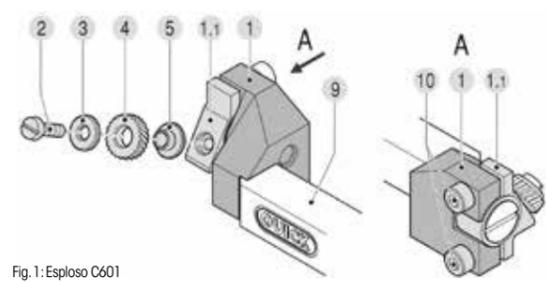
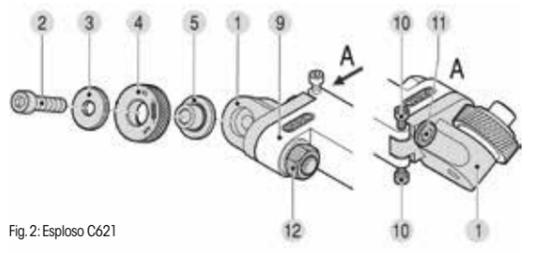

Fig. 1: Esploso C601
Fig. 2: Esploso C621
Per il montaggio o la sostituzione del godrone di godronatura (fig. 1 + fig. 2, pos. 4) allentare completamente la vite a testa piatta (fig. 1, pos. 2) o la vite a testa cilindrica (fig. 2, pos. 2) e rimuovere il godrone di godronatura insieme alla rondella di copertura (fig. 1, + fig. 2, pos. 3). Infine inserire il nuovo godrone di godronatura e la rondella di copertura sulla boccia scorrevole (fig. 1, + fig. 2, pos. 5) e riavvitare la vite. Rispettare le coppie di serraggio indicate nella Tabella 3, Capitolo 7.
La vite a testa piatta (fig. 1, pos. 2) o la vite a testa cilindrica (fig. 2, pos. 2), la boccia scorrevole (fig. 1 + fig. 2, pos. 5) e la rondella di copertura (fig. 1 + fig. 2, pos. 3) devono essere sostituite dopo cicli definiti, al più tardi in presenza di notevole usura o parametri di processo devianti. Si raccomanda un sufficiente afflusso di liquido refrigerante o olio da taglio!
Nota: Con godronatura ad asportazione si verifica un sollevamento di materiale di min. 0,03 mm e max. 0,1 mm. Se le viti (fig. 1, pos. 2; fig. 2, pos. 2) si allentano durante il processo, si consiglia di utilizzare il frenafilietti LOCITE® ad alta resistenza. Assicurarsi che la superficie di scorrimento del supporto per godronatura sia priva di trucioli e controllata regolarmente per rilevare eventuali danni. I valori ottimizzati devono essere individuati durante il processo.